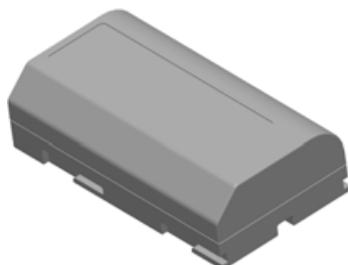

Рисунок 3.2. Литий-ионная 7,4 В батарея Trimble
**Совет.** Зарядные устройства на пятью батарей и на две батареи также можно использовать для зарядки 7,4-В литий-ионных аккумуляторных батарей Trimble, используемых в отражателях Trimble MultiTrack™ и Trimble Active Track 360, см. рис. 3.2.